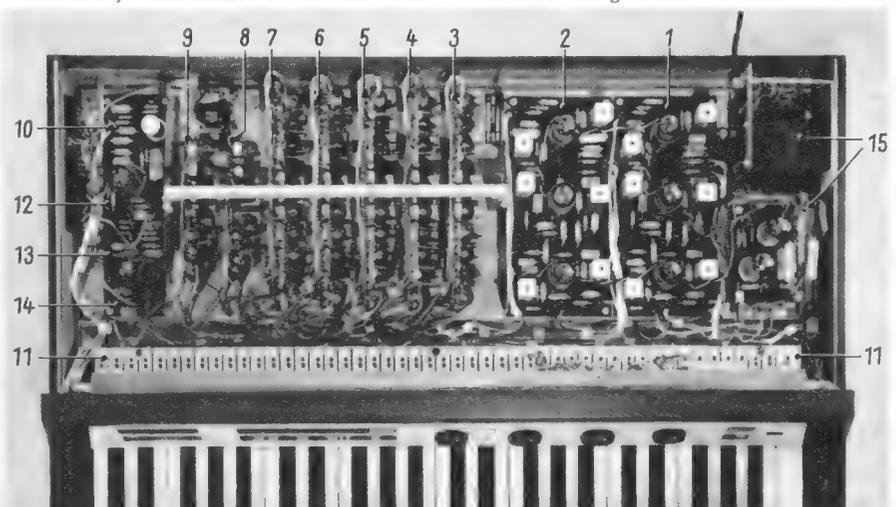
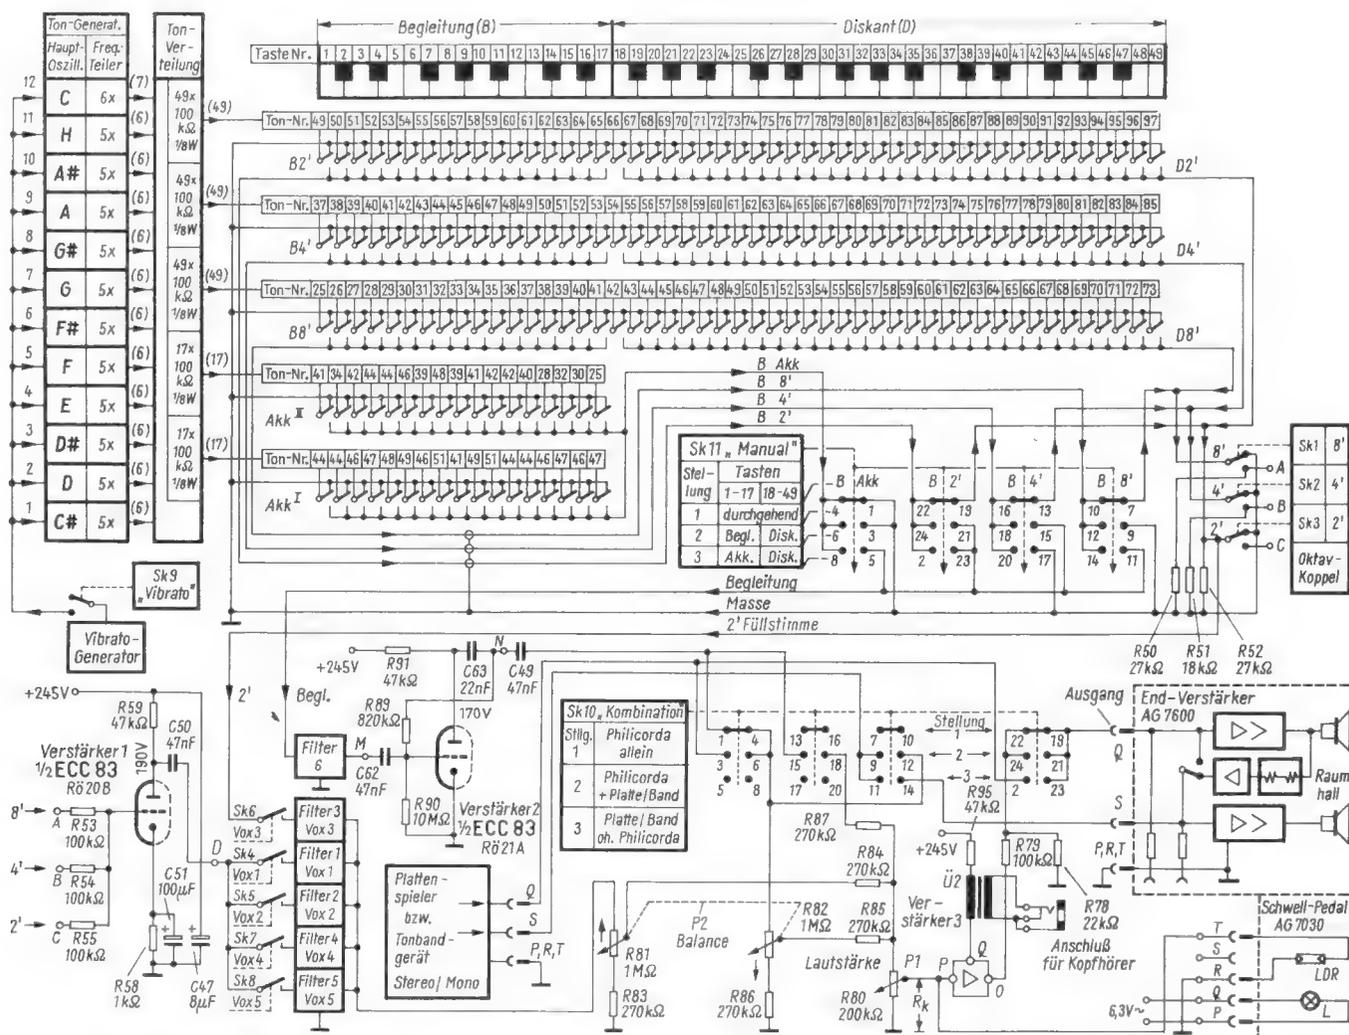
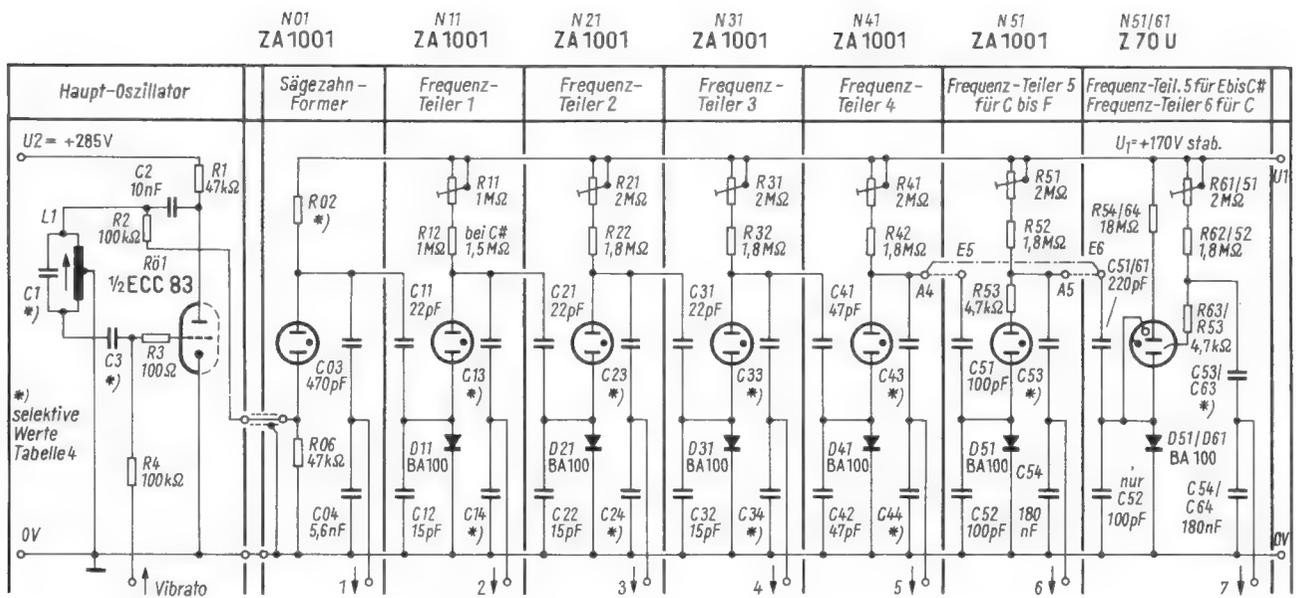
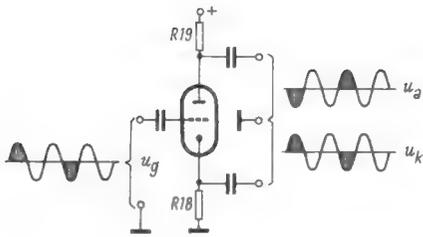

Bild 5. Blick auf den Spieltisch. Erläuterung der Positionen im Text
Bild 6. Der Gesamtstromlauf der Philicorda (z. T. als Blockschaltung dargestellt)
Bild 7. Schaltung der Tongeneratoren
Bild 8. Prinzipschaltung einer nach dem Katodyneverfahren arbeitenden Phasenumkehrstufe
Bild 5 zeigt einen Blick auf den Spieltisch der Philicorda. In Bild 6 ist der Gesamtstromlauf (z. T. als Blockschema) dargestellt.
Die Philicorda hat einen Tonumfang von sechs Oktaven (C bis c⁶) mit je zwölf Halbtönen (Bild 7). Den zwölf Halbtönen (Tabelle 4¹) entsprechend haben wir zwölf Tonfamilien mit je sechs Tönen (Tonfamilie C hat 7 Töne), die jeweils um je eine Oktave gegeneinander versetzt sind. In den zwölf Hauptoszillatoren werden die obersten zwölf Töne erzeugt: c⁵ – h⁴ – ais⁴ – a⁴ – gis⁴ – g⁴ – fis⁴ – f⁴ – e⁴ – dis⁴ – d⁴ – cis⁴. Zu beachten ist, daß der hier mit h bezeichnete Ton (in Deutschland üblich) in den Philicorda-Serviceunterlagen mit b bezeichnet wird, wie das international üblich ist; dieses b ist nicht gleichbedeutend mit ais, sondern mit h. Die zwölf Hauptoszillatoren arbeiten in Hartley-Dreipunktschaltung und erzeugen Sinustöne. Jeweils zwei Hauptoszillatoren benutzen gemeinsam eine Doppeltriode ECC 83. – In Bild 5 sind bei Pos. 1 die Hauptoszillatorplatte (2) für die Töne c⁵ bis g⁴ und bei Pos. 2 die Hauptoszillatorplatte (1) für die Töne fis⁴ bis cis⁴ zu sehen. An den Schwingkreis-Spulenbechern wird durch Verstellen der Trimmkerne die Tonstimmung des Instrumentes vorgenommen. Nur diese zwölf Töne werden gestimmt, die Suboktavtöne ziehen automatisch mit. Zur eigentlichen Tonerzeugung werden freischwingende Sägezahngeneratoren benutzt, da ihr Obertonspektrum am umfangreichsten ist. Jeweils die obersten Sägezahngeneratoren, also die Töne cis⁴ bis c⁵, werden durch die Sinus-Hauptoszillatoren synchronisiert. Die genannten Sägezahngeneratoren sind baumäßig als erste Stufe auf den Frequenzteilerplatten untergebracht.
mitgezogen wird, wenn sich die Synchronisierfrequenz um ± 30% ändert. Betrachten wir in Bild 7 die Schaltung der ersten Frequenz-Teilerstufe sowie Bild 8. Der Ladekondensator C (hier als kapazitiver Teiler C 13/C 14 für die Abnahme der erzeugten Frequenz) wird von der Betriebsspannung U_B über den Ladewiderstand R (hier zur besseren Einstellbarkeit aufgeteilt in den Festwiderstand R 12 und das Trimpotentiometer R 11) aufgeladen, bis das Potential über den Kondensator C die für die Zündung der Gasdiode N 11 erforderliche Zündspannung U_Z erreicht hat. Dann entlädt sich der Kondensator C über die gezündete Gasdiode solange, bis sein Potential auf die Löschespannung U_L abgesunken ist und die Gasdiode durch Verlötschen gesperrt wird. Dann beginnt wieder die Ladung, und der Zyklus wiederholt sich ständig. Jede dieser freischwingenden Perioden läuft in der ungefähr gleichen Zeit T_F ab. Das reziproke Verhältnis der Zeit T ist aber die Frequenz n, die am kapazitiven Teiler C 13/C 14 abgenommen wird. Die Frequenz wird bestimmt durch
Die Synchronisierfrequenz wird – von der vorangehenden Stufe kommend – über den kapazitiven Teiler C 11/C 12 an die Katode der Gasdiode N 11 geführt. Die Werte für C 11 und C 12 müssen sehr klein sein, damit die Entladeimpulse der Frequenzteilerstufe nicht auf die vorangehende Stufe zurückwirken und dort unerwünschte Subharmonische erzeugen. Damit trotz der kleinen C-Werte die Synchronisierfrequenz mit genügend hoher Spannung zugeführt werden kann, ist die Siliziumdiode D 11 eingefügt. Sie ist gesperrt, wenn die Gasdiode N 11 nicht gezündet ist. Somit steht die Synchronisierfrequenz zeitweilig – entsprechend ihrer Sägezahnform – mit negativem Spannungspotential (gegen Masse) an der Katode der Gasdiode, was wiederum das Potential über der Gasdiode vergrößert, so daß sie bereits zündet, bevor das Potential des Ladekondensators den eigentlichen Zündspannungswert erreicht hat. Das ist sehr deutlich, aber stark übertrieben, im rechten Teil von Bild 8 dargestellt. In der Praxis ist T_S etwa gleich 0,7 T_F. Bei Zündung der Gasdiode wird auch die Siliziumdiode leitend, und ihr Widerstand geht gegen Null, so daß eine schnelle Entladung des Ladekondensators über Gas- und Siliziumdiode und damit eine sehr steile Entlade- flanke der Sägezahnspannung erreicht werden. Die steile Flanke ist wichtig für einen hohen Gehalt an harmonischen Teiltönen im erzeugten Frequenzgemisch. – In Bild 5 sind bei den Positionen 3 bis 9 die Frequenzteilerplatten zu sehen. Die Platte Position 3 enthält die Sägezahnformerstufen und die
Die Schaltung Bild 9 ist als Phasenschiebegerator bekannt, eine Erläuterung erübrigt sich daher. Die Vibratofrequenz beträgt etwa 6 Hz. Vibratofrequenz und -amplitude sind nicht regelbar. Entsprechend Bild 6 wird das Vibrato über den zwölf Hauptoszillatoren jeweils über den
Trennwiderstand R 4 (Bild 7) eingespeist, und es erzeugt in jedem Oszillator ein Frequenzvibrato. In Bild 5 enthält die mit Position 10 bezeichnete Platte am hinteren Ende die Vibratobaugruppe.
Von den Tongeneratoren (Bild 7) gehen je Ton eine Tonfrequenzleitung, insgesamt also 73 Tonfrequenzleitungen, zur Tonverteilung. Jeder Ton wird in der Tastung mehrfach, nämlich für $8'$, $4'$, $2'$ und für die Akkorde, gebraucht, und er muß deshalb in der Tonverteilung für jeden Tastenkontakt über einen Trennwiderstand (100 k Ω) verharft werden. Die Tonverteilung enthält 181 solcher Trennwiderstände.
In Bild 6 sind oben die Manuالتasten und unter jeder Taste die zugehörigen Tastkontakte dargestellt. Die bei den Tastkontakten in Kästchen angegebenen Zahlen sind die Ordnungszahlen der Tonfrequenzen, die von der Tonverteilung kommen. Die Tonfrequenzen werden bei nichtgedrückten Tasten über die Tastruhekontakte an Masse, bei gedrückten Tasten über die Tastarbeitskontakte auf Sammelleitungen geführt. Entsprechend der Manualteilung in Begleitung (B) auf den Tasten 1 C bis 17 E und in Diskant (D) auf den Tasten 18 F bis 49 C sind die Sammelleitungen unterteilt in B und D. Für den Begleitungssteil B gibt es die Sammelleitungen $B 2'$, $B 4'$, $B 8'$, Akk I und Akk II, für den Diskantteil D die Sammelleitungen $D 2'$, $D 4'$ und $D 8'$. Demzufolge haben die Begleitungstasten 1 C bis 17 E je
fünf Umschaltkontakte und die Diskant-tasten 18 F bis 49 C je drei Umschaltkontakte. Die Sammelleitungen Akk I und Akk II werden zu einer Sammelleitung B Akk zusammengefaßt. In Bild 5 sind bei Position 11 nur die oberen Pilotführungen der Tastkontakte zu sehen.
Mit dem Schalter SK 11 (Manual), dessen drei Stellungen eingangs erläutert wurden (Bild 6), werden die Begleitungs-sammelleitungen B 2', B 4' und B 8' je nach Schalterstellung teilweise auf eine besondere Sammelleitung Begleitung geführt oder teilweise an Masse gelegt oder mit den Diskantsammelleitungen D 2', D 4' und D 8' zusammengeschaltet. Die Sammelleitung B Akk wird in Stellung 3 auf die Sammelleitung Begleitung, in den Stellungen 1 und 2 an Masse geführt. Die Sammelleitung Begleitung führt über das Filter 6 auf den Vorverstärker 2.
Zur Tonformung gehören die Oktavkoppel, das Filter 6 und die Voxregister. Die Diskantsammelleitungen D 8', D 4' und D 2' werden auf jeden Fall, die Begleitungs-sammelleitungen B 8', B 4' und B 2' nur in Stellung 1 des SK 11 über die Oktavkoppelschalter SK 1 (8'), SK 2 (4') und SK 3 (2'), die wahlweise einzeln oder kombiniert eingeschaltet werden können, auf die Eingänge A, B und C des (Misch-)Verstärkers geführt. Zusätzlich wird unter Umgehung der Oktavkoppelschalter ein Abzweig der Sammelleitung D 2' (und gegebenenfalls B 2') über eine Leitung 2' und über den Registerschalter SK 6 auf das Filter Vox 3 für die 2'-Füllstimme geführt. — In Bild 5 weist Position 12 auf den Verstärker 1, Position 13 auf den Verstärker 2 und Position 14 auf den später erwähnten Verstärker 3 hin. Diese drei Verstärker sind mit dem Vibratogenerator auf einer gemeinsamen Platte
Mit einem Aufbau entsprechend Grundschaltung nach Bild 7 läßt sich eine Ausgangsdauerleistung von 12 W (bezogen auf 10% Klirrgrad und bei $U_B = 250$ V) erzielen, bei 300 V Betriebsspannung und AB-Betrieb bis 17 W.
Nicht ganz so übersichtlich ist die Schaltung des Baueinstellers R 11. Man muß sich das Glied C 11 und R 12 als Tonblende vorstellen, die genauso wie R 1 und C 4 relativ die Bässe anhebt. Die Tonblende kann nur dann ihre Funktion erfüllen, wenn der Schleifer des Potentiometers R 11 genau entsprechend der Darstellung in Bild 7 nach oben gedreht ist. Die Widerstände R 11 und R 9 sind dann zu hochohmig gegenüber dem Blindwiderstand des Kondensators C 11. Als Folge steigt die Verstärkung der tiefen Töne an. Die Kapazität C 10 hat in der gezeichneten Schleiferstellung kaum Einfluß, weil sie über den Schleifer von R 11 praktisch kurzgeschlossen ist. Lediglich der Widerstand R 9 hebt den Kurzschluß geringfügig auf.
Ein Klangverzerrungsnetzwerk nach Bild 7 weist eine Grunddämpfung von etwa 16 dB auf; zusätzlich entsteht durch den Balanceinsteller ein weiterer Verlust von 12 dB, denn von der Mittelstellung des Potentiometers R 7 aus muß je nach gewünschtem Balanceeinstellbereich eine Verstärkungsreserve vorhanden sein. So ist es zu verstehen, daß die im Bild 6 angegebene Stufenverstärkung nur noch $V = 3$ (≈ 10 dB) beträgt, weil der größte Teil der Triodenverstärkung durch die Grunddämpfung des Klangverzerrungsnetzwerkes und des Balanceinstellers aufgebraucht wird.
Auf den zweiten Nf-Verstärker folgt die Phasenumkehrstufe mit dem zweiten System der ECC 82, für die sich aber auch die Typen ECC 83 und ECC 808 eignen. Das Schaltbild (Bild 7) enthält das Beispiel der sogenannten Katodyneschaltung mit aufgeteiltem Arbeitswiderstand R 18 und R 19. Der im Katodenzweig liegende Widerstand hat den gleichen Wert wie der in den Anodenkreis geschaltete. Bild 8 zeigt stark vereinfacht den Prinzipschaltplan der Katodyneschaltung. Alle nicht unmittelbar mit der Aufgabe der Phasenumkehr zusammenhängenden Schaltteile sind fortgelassen. Am Eingang der Stufe steht eine Folge von drei vollen Nf-Schwingungszügen, von denen die erste und die vierte Halbwellen, also eine positiv und eine negativ gerichtete, in ihren Auswirkungen auf die Steuerung der Röhre und die Spannungsabfälle an den Arbeitswiderständen R 18 und R 19 betrachtet werden sollen.
Die Arbeitsweise der Katodynestufe ändert sich nicht, wenn entsprechend Bild 7 ein zusätzlicher Widerstand R 17 für den Abgriff der negativen Gittervorspannung eingefügt wird, da die Arbeitswiderstände R 18 und R 19 wechsellspannungsmäßig mit ihrem Fußpunkt auf Masse bezogen sind, und zwar R 18 direkt und R 19 über den letzten Netzteilieb-kondensator C 21. Sofern also beide Widerstände absolut gleiche Werte aufweisen, müssen die beiden Ausgangsspannungen auch gleich hoch sein.
Über die beiden Koppelkondensatoren C 15 und C 16 gelangen die zueinander gegenphasigen Steuerspannungen an die mit zwei Pentoden EL 84 bestückte Gegentakt-Endstufe. Die Schaltung Bild 7 zeigt einen im A-Betrieb arbeitenden Gegentakverstärker, d. h. jede der beiden Pentoden weist die gleiche Arbeitspunktlage in der Mitte der I_a/U_g -Kennlinie auf wie bei einem Eintakt-Nf-Verstärker. Jede Pentode in der A-Gegentaktstufenschaltung verstärkt auch das vollständige Nf-Steuersignal wie eine Eintakt-Endstufe. Die eigentliche Wirkung der Gegentaktstufe beruht erst auf der Addition der beiden, an der Primärwicklung des Aus-
Mit dem bipolaren Elektrolytkondensator C 22 enthält Bild 7 eine einfache Frequenzweiche, die die tiefen Frequenzen für den Hochtonlautsprecher sperrt. Je nach den Eigenschaften der verwendeten Lautsprecher kommen Weichen mit wechselseitigem Hoch- und Tiefpaß vor, auf die hier wegen der stark unterschiedlichen Dimensionierung nicht eingegangen werden kann.
Die in Bild 7 enthaltene Gegenkopplung über den Widerstand R 29 arbeitet ohne frequenzabhängige Glieder. Der Gegenkopplungswiderstand R 29 bildet mit dem Katodenwiderstand R 14 der zweiten Nf-Stufe einen Spannungsteiler, so daß auch der Wert des Katodenwiderstandes den Gegenkopplungsgrad mitbestimmt. Als Varianten sind auch Schaltungen der Gegenkopplung anzutreffen, die im Prinzip denen im Abschnitt 1.1.2 in den Bildern 3 und 4 in Heft 1/1966 gleichen.